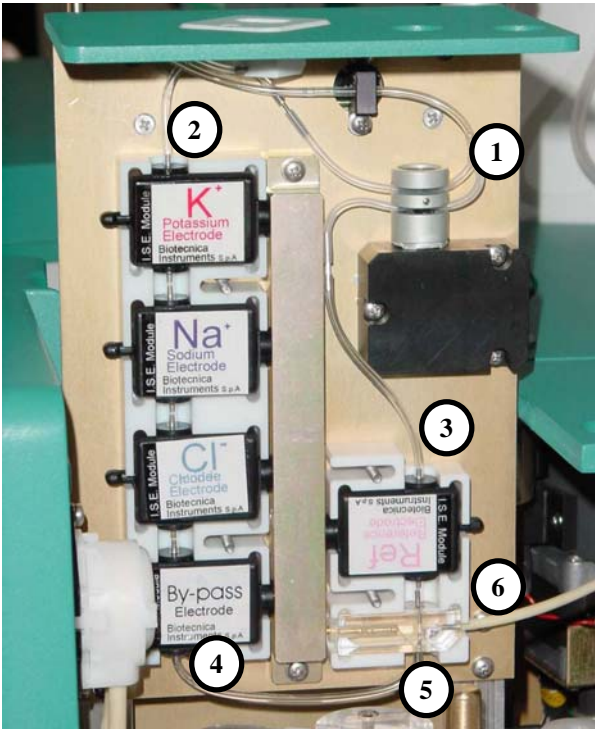

Fig. 9
2. Scollegare i tubi 2, 3, 4, 5 e 6 (**Fig. 9** nella pagina seguente) dai rispettivi attacchi agli elettrodi; sfilare spostando verso sinistra il cestello di alloggiamento degli elettrodi di misura mentre gli elettrodi di riferimento e ground vanno sfilati verso destra. Mantenere verticale il supporto plastico con gli elettrodi.
4. Si consiglia di scollegare subito il primo elettrodo (K) dai successivi.
- c) Al termine di quest'operazione, disconnettere il tubo 6 (**Fig. 9**) dalla pompa peristaltica ed i tubi 1 (**Fig. 9**) della valvola pinch, al fine di evitarne lo schiacciamento.
N.B. Nel caso il modulo I.S.E. fosse provvisto degli elettrodi Cl e CO₂, distaccare anche il tubo 2 connesso all'elettrodo K (**Fig. 9**).